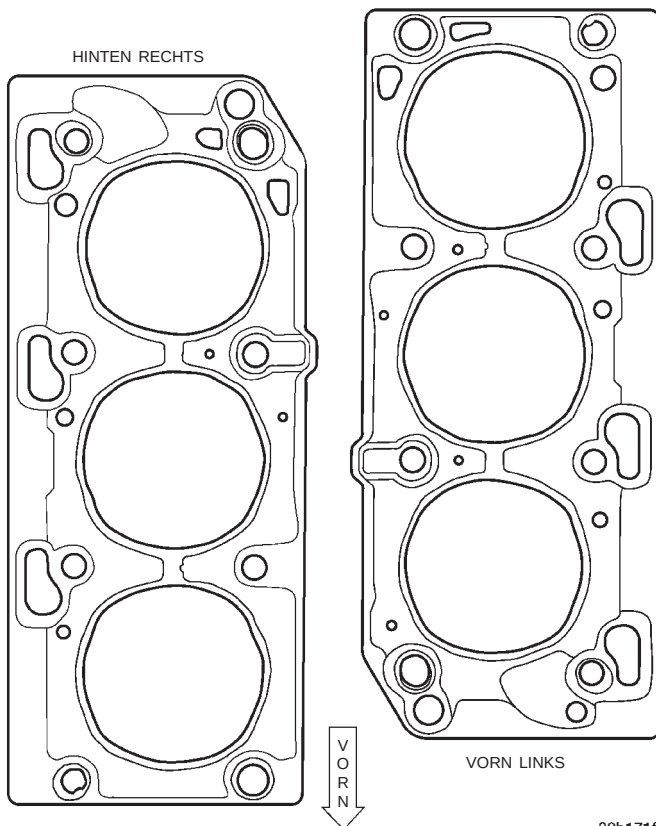
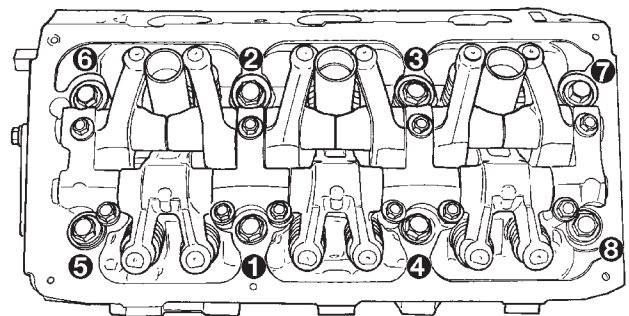

Abb. 41 Kennzeichnung der Zylinderkopfdichtungen
Abb. 42 Anziehreihenfolge der Zylinderkopfschrauben
(2) Kopfdichtung über die Führungsstifte legen. Sicherstellen, dass die Dichtung auf der richtigen Seite des Motors eingebaut wird (Abb. 41).
(3) Zylinderkopf auf die Führungsstifte setzen.
(4) Vor dem Eindrehen der Schrauben sind die Gewinde mit Motoröl zu schmieren.
(5) Zylinderkopfschrauben in der vorgeschriebenen Reihenfolge anziehen, siehe (Abb. 42). Schrauben in vier Durchgängen mit den folgenden Drehmomentwerten anziehen: